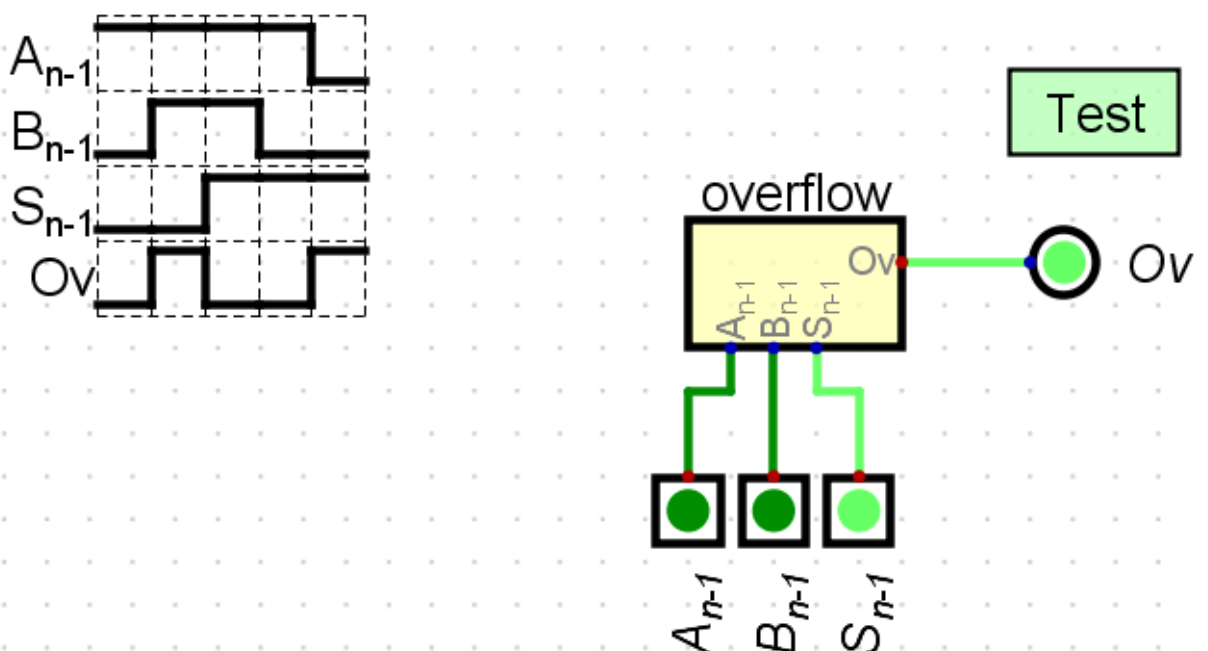

Figura 10. Cronograma durante la simulación
- Arranca la simulación pulsando la barra espaciadora o el icono  de la barra de herramientas. Cada vez que cambies una entrada observarás cómo evoluciona el cronograma. En la figura 10 se muestra la evolución tras probar las dos combinaciones de entradas que producen *overflow*.